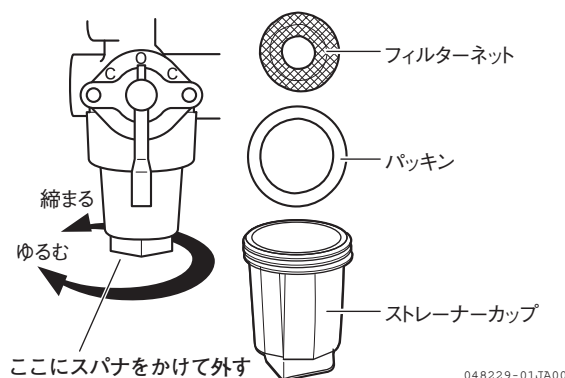

図 4-22 燃料コシ器エレメント
2. 燃料コシ器下部の四角部を工具 (10 mm) でゆるめます。(図 4-22)
4. フィルターネット、パッキン、ストレーナーカップの順に元通りに取り付けます。(図 4-22)